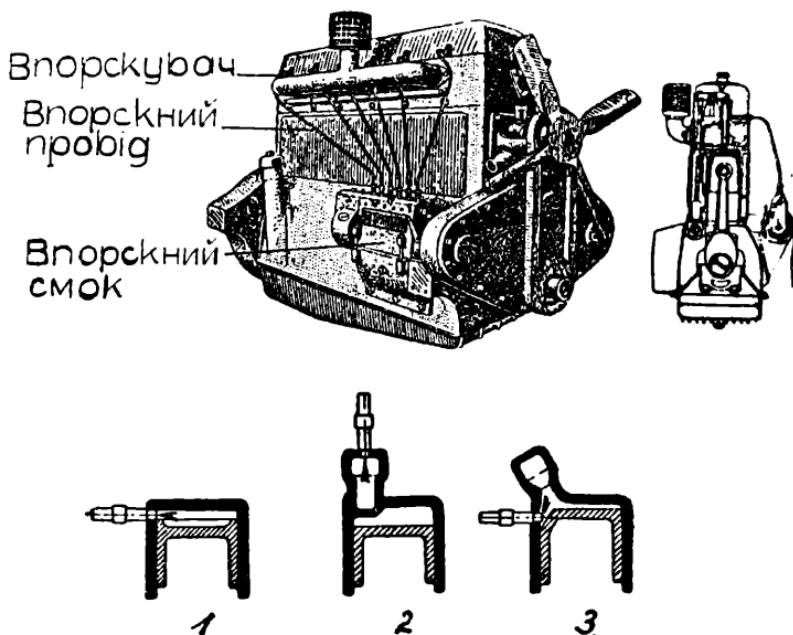

Рис. 36. Рушій Дізеля.
На рис. 36 згорі наліво бачимо зовнішній вигляд рушія, направо поперечний переріз через циліндр. На перший погляд він зовсім подібний до бензинового рушія, однак при ближньому розгляді знаходимо великі різниці в конструкції, діленню і обслугі.
повітря. Щоб паливо цілковито спалилося, мусить воно добре вимішатися зі стисненим повітрям в циліндри. Для осягнення цього і для зменшення впорського тиску надається внутрішній стороні голови рушія Дізеля або толокові особливу форму. На рис. 36 (1) бачимо конструкцію з прямим впорським, при чому толок має відповідне вижолоблення. Рис. (2) представляє конструкцію зі вступною коморою. а рис. (3) конструкцію зі збірничком повітря перед циліндром.